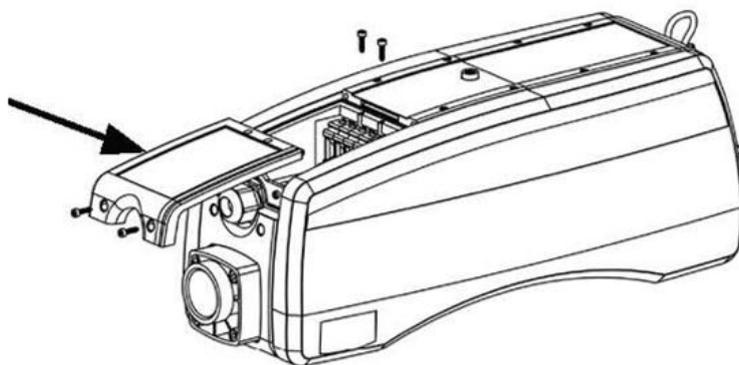

Рисунок 7
- Чтобы присоединить кабель питания, снимите крышку (см. рисунок 7).